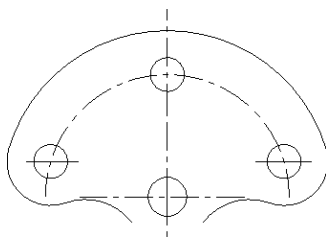

图 3-89 打开示例文件
- 01 在“文件”工具栏中单击“打开文件”按钮, 打开光盘中“第 03 章\3.4.5 两点绘制圆弧.MCX-7”, 如图 3-89 所示。